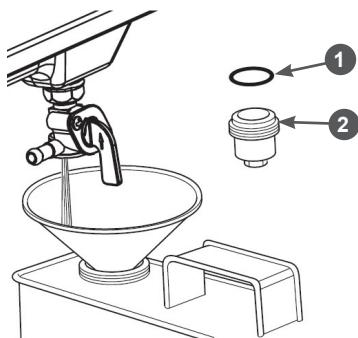

Рис. 22 Слив топлива с топливного бака
1. Слейте топливо из топливного бака (Рис. 22). Для этого:
- откройте топливный кран и слейте топливо в приготовленную для этого ёмкость (Рис. 22);
- установите на место стакан отстойника. Перед установкой убедитесь в том, что уплотнительное кольцо 1 находится на месте и не повреждено (Рис. 22).